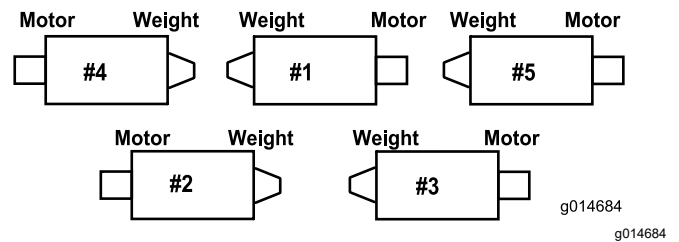

**Figure 11**
- C. Montez le boulon du tube de ressort sur la patte opposée du bâti porteur et fixez-le en position avec l'écrou à embase. La tête du boulon doit être à l'extérieur de la patte, comme illustré à la Figure 11.
D. Montez le support de tige sur les pattes de l'unité de coupe à l'aide des boulons de carrosserie et des écrous (Figure 11). De plus, sur le plateau de coupe, montez le guide de flexible gauche devant les pattes du plateau quand vous reposez le support de tige (Figure 13).